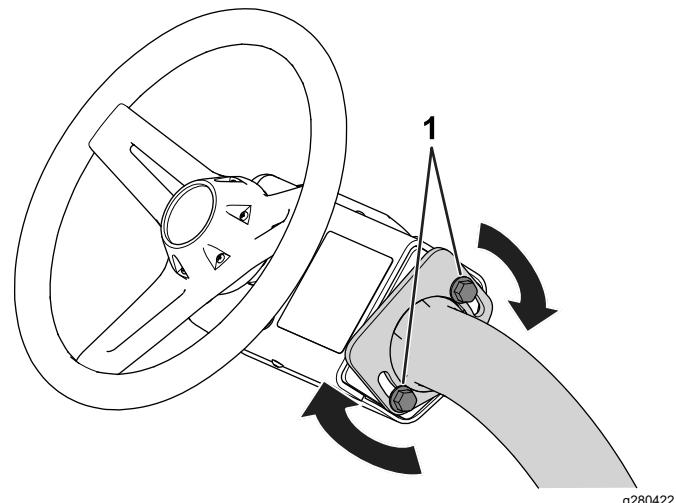

Figura 32
- Afloje los pernos (Figura 32) que sujetan el conjunto del volante al brazo de dirección.
3. Apriete los pernos (Figura 32) para fijar el volante en la posición deseada.